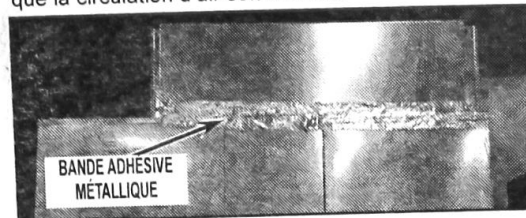

FIGURE 15
17. Coller la bande adhésive métallique fournie dans la trousse à l'emplacement illustré en Figure 15, à l'arrière du réfrigérateur. Il est impératif de placer cette bande correctement pour que la circulation d'air soit correcte.